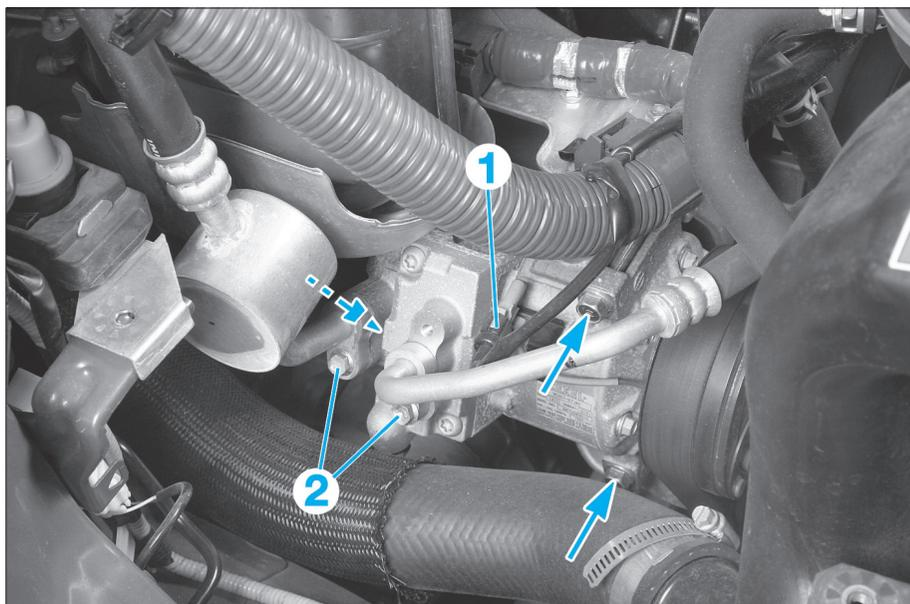

FIG. 23
- Débrancher le connecteur (1) de la vanne de régulation du compresseur de climatisation (**Fig.23**).
- Désaccoupler les canalisations (2) du compresseur de climatisation.